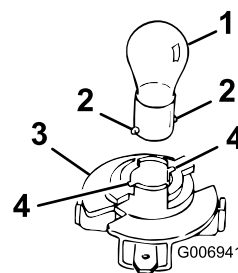

Figura 54
4. Premete la lampada e giratela in senso antiorario finché non si ferma (circa 1/4 di giro), quindi toglietela dal portalampada (Figura 54).
2. Inserite la base nel portalampada (Figura 54).